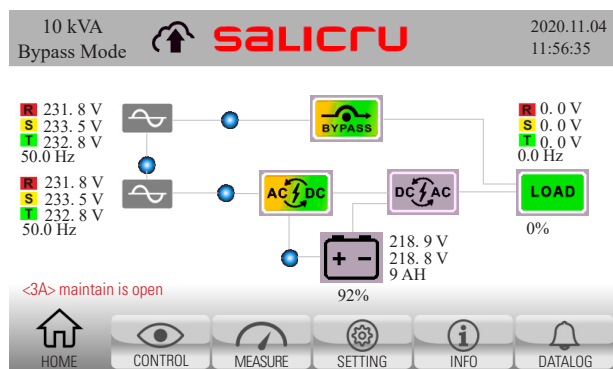

Fig. 36. Écran principal du panneau de commande avec l'avertissement de contact de bypass manuel ouvert.
4. L'équipement informe, par le biais de l'écran principal, à propos de l'état actuel avec l'avertissement <3A> maintain is open (Contact bypass de maintenance ouvert). Voir Fig. 36.
7. Vérifier que l'onduleur délivre la tension à la sortie par l'interrupteur de bypass de maintenance et par le bypass statique simultanément : vérifier que l'onduleur est en mode bypass et l'alarme <3A> **maintain is open** (Contact bypass de maintenance ouvert) présente, et que le synoptique sur l'écran principal du panneau de commande est tel qu'indiqué sur la Fig. 36.